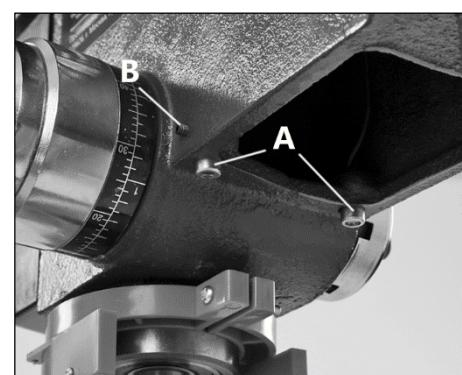

Рисунок 20.
Если необходимо отрегулировать положение лазеров, выполните следующие действия. Ослабьте установочный винт (B) (для каждого лазера свой винт) а затем настройте направление лазера (C) (рис. 20).